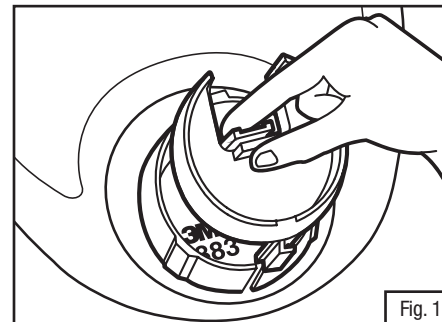

Fig. 1
1. Aperte a lingüeta de trava na parte traseira do Direcionador do Ar 6881 e puxe-a para trás para desencaixar a Base do Orifício DIN 6883 (Fig. 1).
4. Alinhe o trilho da parte inferior do direcionador de ar 6881 com a fenda da parte inferior da base do adaptador DIN 6883 (Fig. 1). Deslize para frente e pressione o botão central até que a lingüeta de travamento “clique” no lugar.
1. Somente para os conjuntos adaptadores DIN (6884) e de demanda de pressão (6874): Aperte a lingüeta da trava na parte traseira do direcionador de ar 6881 e puxe para trás, para desengatar da base do adaptador DIN 6883 (Fig. 1).